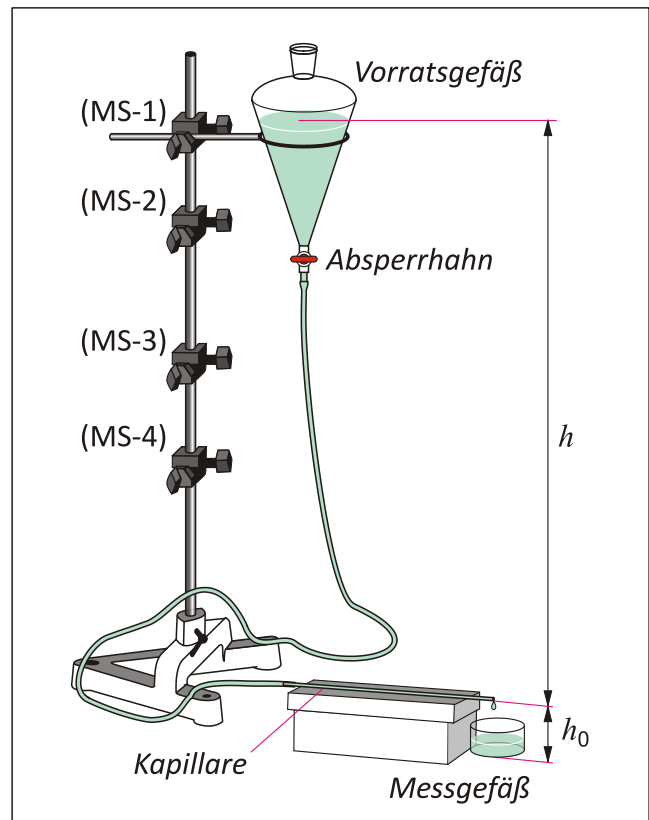

Bild 5: prinzipieller Versuchsaufbau **Aufgabe 2**
- Der Versuch ist nach **Bild 5** aufgebaut. Als Messflüssigkeit kommt ein **Glycerin-Wasser-Gemisch** zur Anwendung.